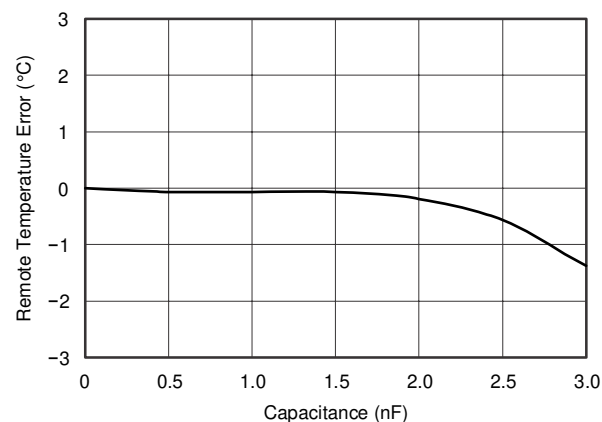
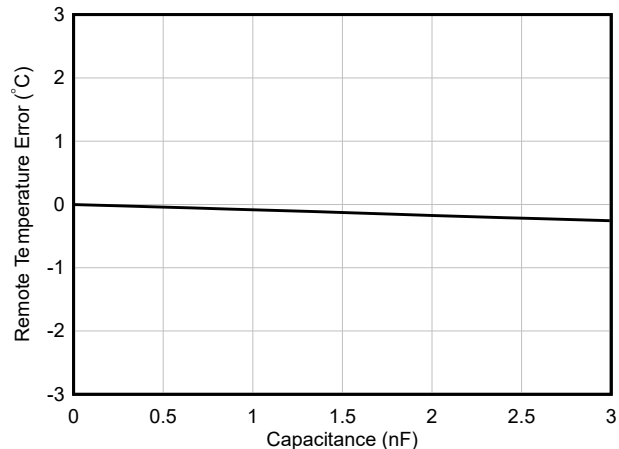
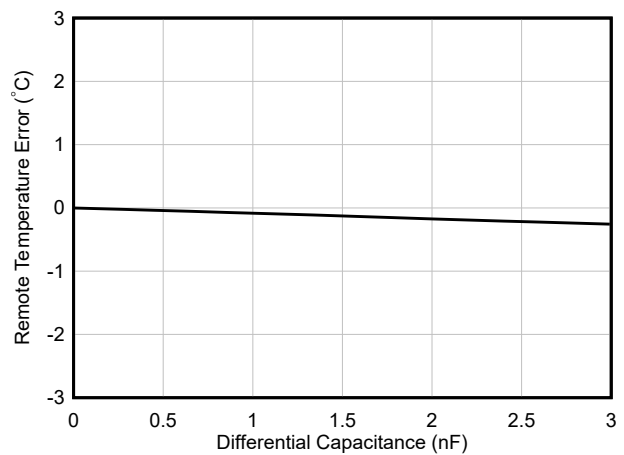

図 6-12. リモート温度誤差と差動容量との関係 (従来のチップ)
図 6-13. リモート温度誤差と差動容量との関係 (新チップ)
図 6-28. リモート温度誤差と差動容量との関係
- C. ほとんどのアプリケーションでは、 $C_{\text{DIFF}}$  (オプション) は  $<1000\text{pF}$  でなければなりません。 $C_{\text{DIFF}}$  の選択はアプリケーションごとに異なります。フィルタリング、図 6-12 (図 6-13 新しいチップ)、および図 6-28 を参照してください。
TMP411-Q1 デバイスおよび TMP411D-Q1 デバイスは、温度誤差の変化を最小限に抑えながら、最大  $1000\text{pF}$  の差動入力容量を許容できます。容量が検出されたリモート温度誤差に与える影響を、図 6-12 (新しいチップは図 6-13) および図 6-28 に示します。